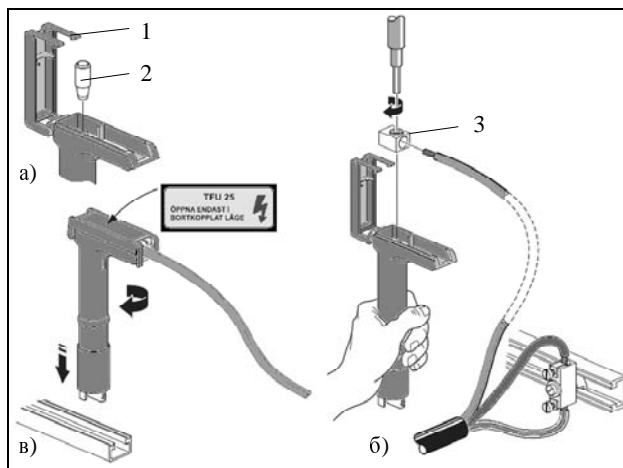

Рис. 26. Порядок монтування розетки TFU 25
Насправді цей аксесуар дозволяє безпечно приєднати лише один провідник до будь-якої лінійної шини (бажано до шини L3, оскільки вона розташована нижче за інші, отже приєднаний провідник не буде торкатися інших лінійних шин). Розетка TFU 25 забезпечує захист персоналу, який користується обладнанням чи електроінструментом, від непрямих дотиків, оскільки конструкція цієї розетки передбачає встановлення у ній вставки запобіжника системи D другого габариту (D II з тепловим струмом I_{th} до 25 А). Робочий нейтральний та захисний провідники, необхідні для тимчасового приєднання обладнання електроінструменту, приєднуються за допомогою з'єднувача ADC 25 до PEN шини або двома з'єднувачами окремо до N та PE шин. Обладнання може бути безпосередньо приєднано до живлення, а електроінструмент слід приєднувати до живлення через трипровідну розетку. Послідовність приєднання обладнання або трипровідної розетки має бути такою (див. ілюстрацію на рис. 26):
2. відкрити (відщепнути) відкидну кришку 1 розетки TFU 25 та ввести вставку 2 запобіжника D II в отвір під кришкою (рис. 26, а);
3. викруткою приєднати N та PE провідники кабелю до терміналів з'єднувача ADC 25, а сам з'єднувач – до PEN шини; монтувальним пристроєм (див. рис. 8) приєднати лінійний провідник кабелю до стовпчикового терміналу 3 розетки TFU 25 та ввести цей термінал в отвір розетки над вставкою запобіжника (рис. 26, б);